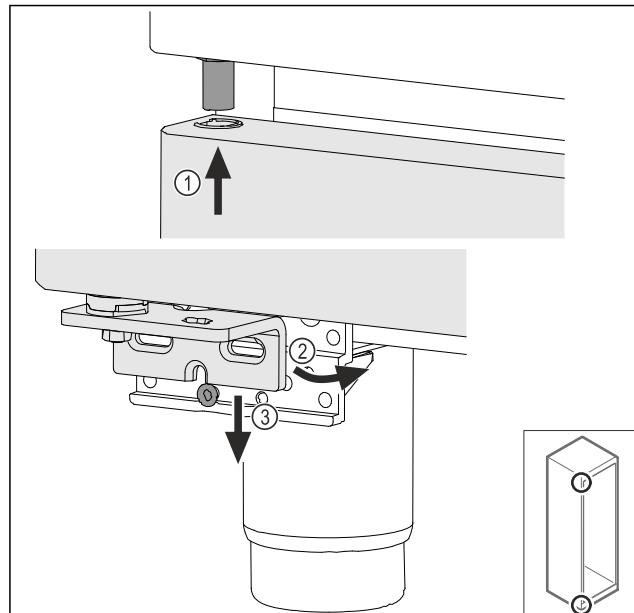

Fig. 49
► 使门稍微倾斜，并从顶部穿入 Fig. 49 (1)，摆正门 Fig. 49 (2) 并将底部安放在托架螺栓 Fig. 49 (3) 上。